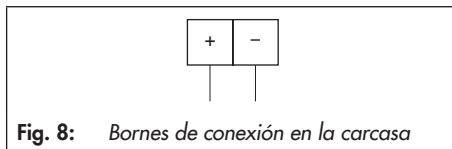

Fig. 8: Bornes de conexión en la carcasa
- Conectar la energía auxiliar (tensión V) según Fig. 8.